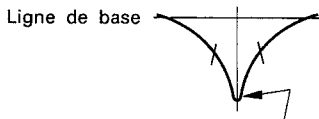

Fig. 8 Régler la sortie du généscope de façon à ce qu'il y ait un peu de bruit au niveau du front d'onde.
- Appliquer un signal faible du généscope. Régler T202 afin d'obtenir un gain maximum et la forme d'onde de la Fig. 8.